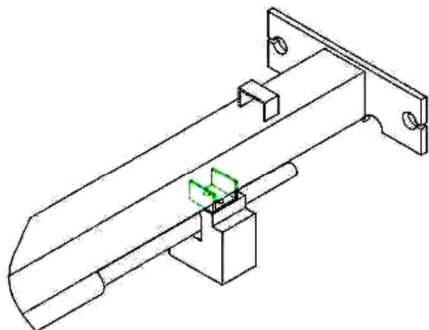

Fig. 6a
7. Installer le commutateur de limite aérienne et le faisceau aérien (Figs. 6a, 6b & 6c)
- A. Installez l'ensemble de commutateur de limite aérienne à la poutre en tête, en utilisant 2ea 1/4"-20 Boulon & Écrous de verrouillage comme le montrent les figures 6a, 6b et 6c.